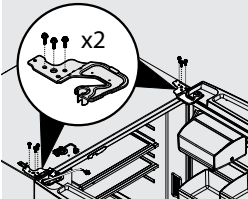

Figura 4
4. Quite tres pernos de 8 mm de ambas bisagras superiores. Figura 4. Levante las puertas de las bisagras superiores y colóquela a un lado con cuidado.